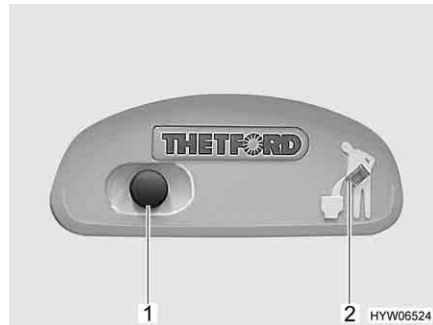
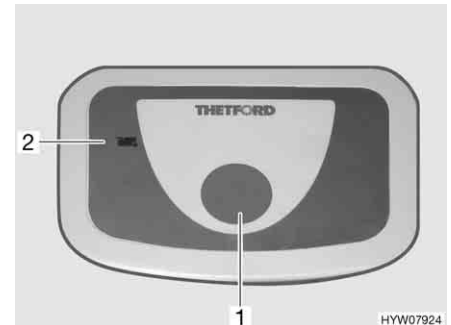

Bild 220 Spülknopf/Kontroll-Leuchte Thetford-Toilette
Bild 221 Spülknopf/Kontroll-Leuchte Thetford-Toilette (Alternative)
- Zum Spülen den blauen Spülknopf (Bild 220,1 bzw. Bild 221,1) drücken.
Die Kontroll-Leuchte (Bild 220,2 bzw. Bild 221,2) leuchtet, wenn der Fäkalientank entleert werden muss.